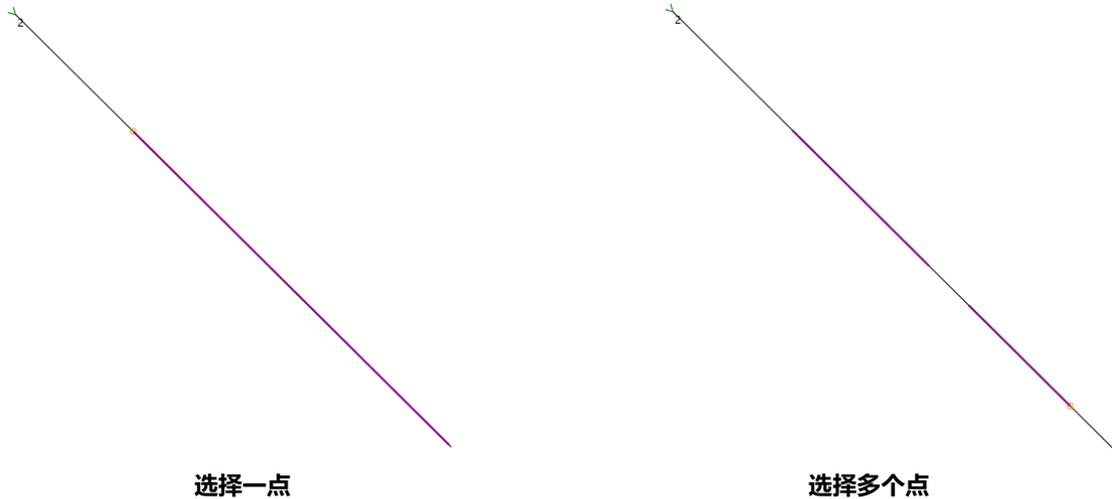

图 5.6.9b 特殊缝设置示意
②选择一个点后，点击“设置特殊缝”，则此点之后的缝纫段都会被设置成特殊缝段(特殊缝段会显示为紫色)；进行上述操作后，再选择一个点并点击“设置特殊缝”，则会设置两点间为特殊缝段。以此类推，每多出的点都是两点间为一段，奇数点则最后一点到结束位置为特殊缝段。如图 5.6.9b 所示。